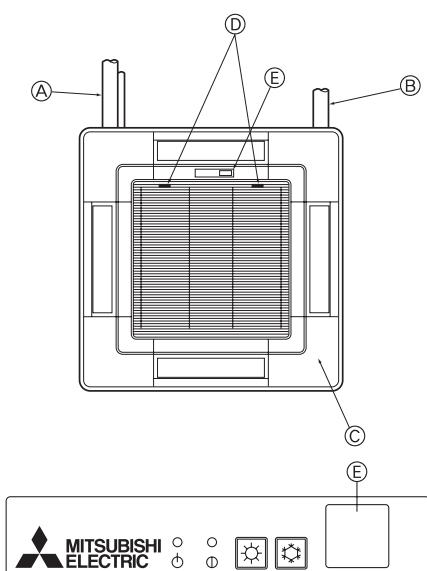

Fig. 5-11
5.5. Installation de la grille d'aspiration (Fig. 5-11)